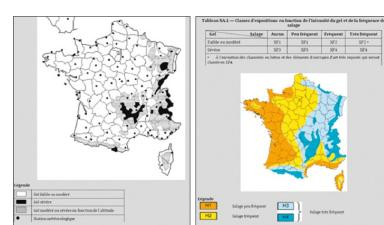

Figure 1 Cartes des zones de gel et de salage en France (Source : NF EN 206+A2-CN)
- Réalisation dans une zone géographique de gel faible ou modéré et un salage peu fréquent (**Figure 1**). Classe d'exposition correspondante : XF1.